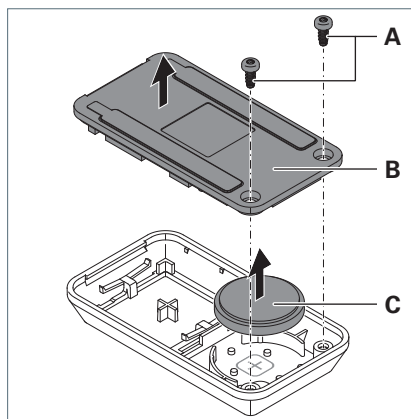

Fig. 41: Remplacement de la batterie.
- ▶ Dévissez les vis **A** de la paroi arrière **B** de l'élément de commande, voir Fig. 41.